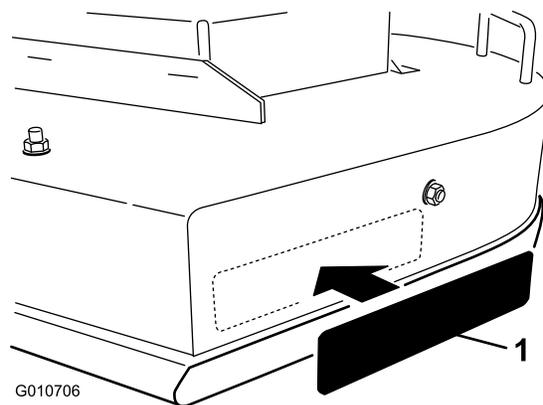

Figure 11
15. Retirez la pellicule de protection et appliquez l'autocollant sur le côté éjection de la tondeuse (Figure 11). Lissez l'autocollant du centre vers les bords pour éliminer les bulles d'air.